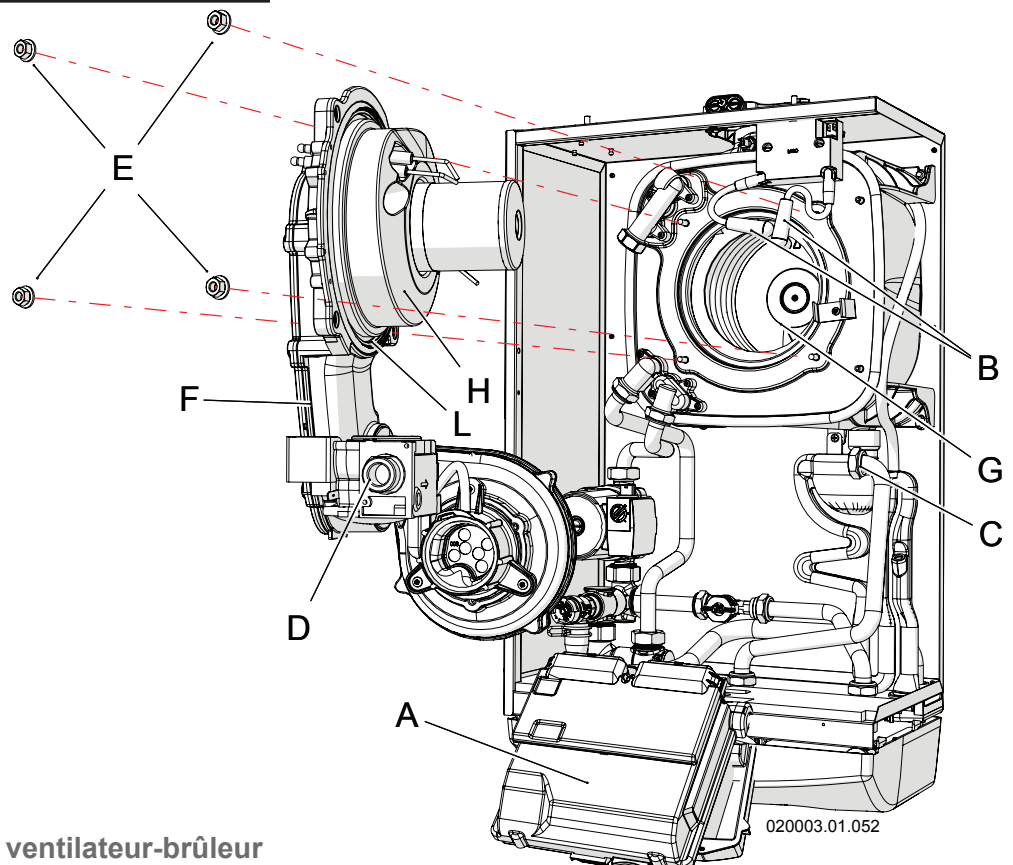

Figure 8-2 - Démontage groupe ventilateur-brûleur
Pour démonter le groupe ventilateur brûleur, procéder ainsi (se référer à la Figure 8-2 sauf indication contraire):
Pour effectuer un nettoyage correct du brûleur et du corps de l'échangeur (côté fumées), procéder ainsi (se référer à la Figure 8-2 sauf indication contraire):
**ATTENTION !!!** Lors de chaque nettoyage du brûleur et de l'échangeur primaire, il faut vérifier le bon état des isolants thermiques « G » et « H » de la Figure 8-2. Au besoin, les remplacer avec le joint « L » du brûleur, en demandant le kit spécifique code 62632006.